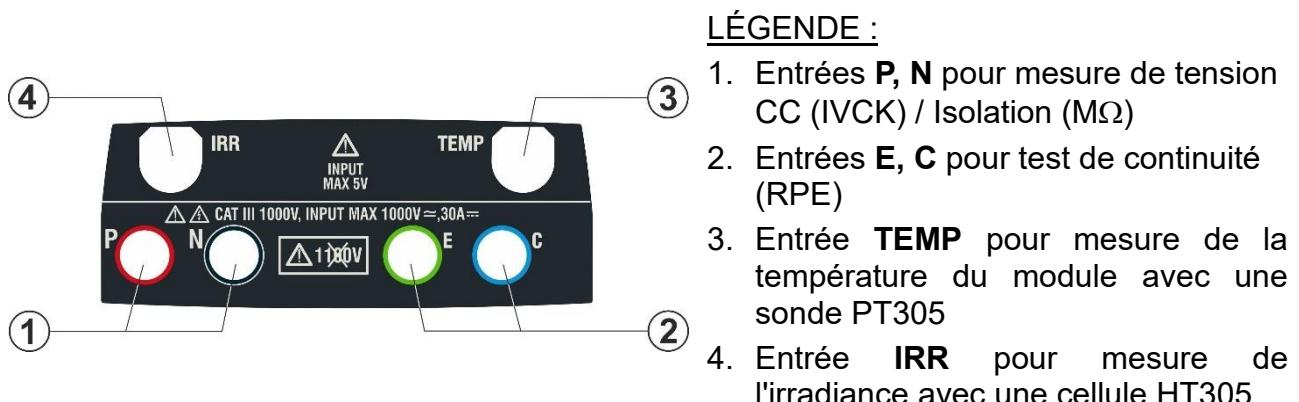

Fig. 2 : Description de la partie supérieure de l'instrument
- **Direct** → Le test IVCK s'effectue avec mesure de rayonnement en connectant la cellule HT305 directement à l'entrée « IRR » (voir Fig. 2 – partie 4) de l'instrument. Dans ce cas, le numéro de série de la cellule HT305 connectée et reconnue s'affiche. Si la cellule n'est pas connectée ou reconnue, le symbole « **---** » s'affiche à l'écran. L'entrée **TEMP** est également activée pour mesurer la température du module (réglable également dans les autres modes disponibles : AUTO, MAN)